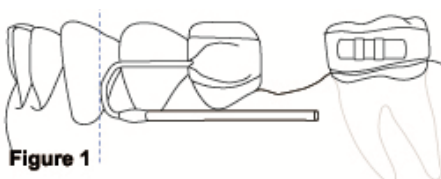

Figure 1
2. Forma riktaren enligt bilden. Gå inte längre än en distal tredjedel av kuspiddkronan. Bild 1